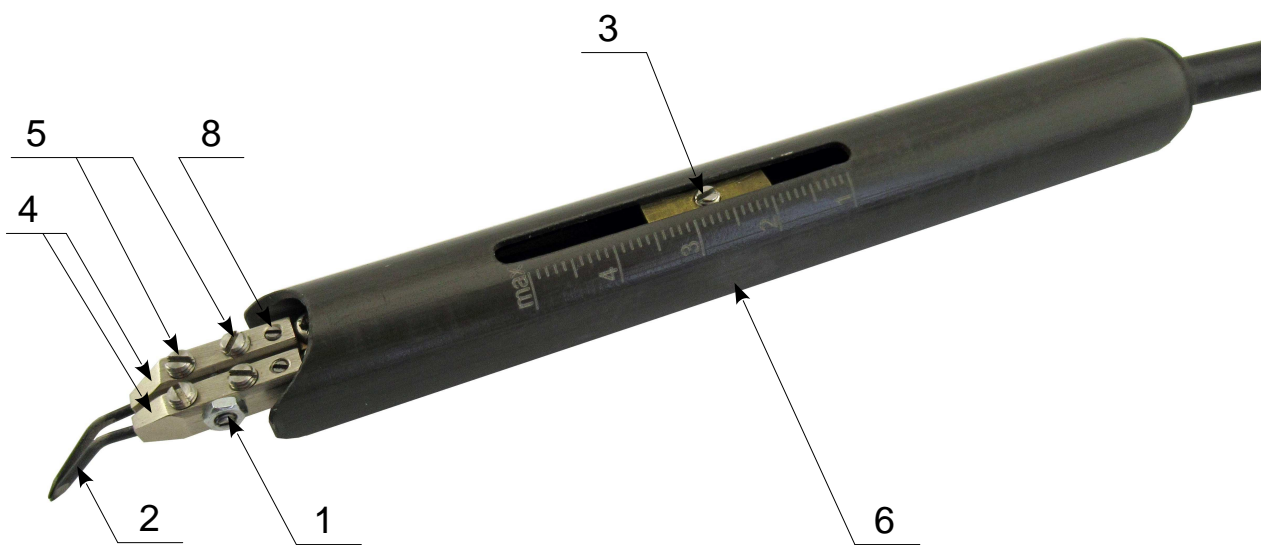

Рис. 1. Инструмент с установленным сдвоенным электродом.
1.3.2 Вид инструмента с установленным сдвоенным электродом показаны на рис. 1
ослабить винт регулировки усилия поз.3 и сдвинуть ползун в положение 1 на шкале, выкрутить винты регулировки датчика касания поз. 8, раздвинуть электрододержатели относительно друг друга и выкрутить (демонтировать) упор регулировки зазора поз. 1 между электродами, а вместо него установить прилагающуюся в комплекте перемычку под крайние фиксирующие электроды винты 5, смотри. Рис.1 и 2. В отсутствии необходимости жесткой фиксации электродов снимите перемычку поз. 7 и установите упор поз. 1.